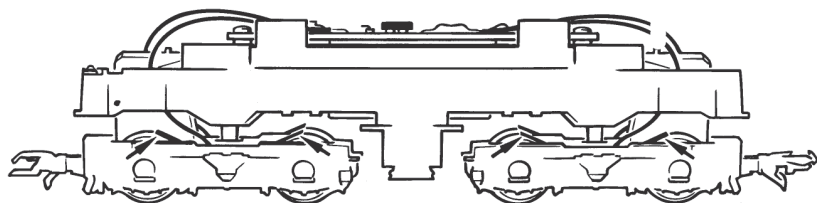

Fig. 8
3. Haftreifenwechsel: Zuerst den Getriebedeckel abnehmen (Fig. 4). Danach den **Radsatz** herausnehmen und die **Haftreifen** mit einer Nadel od. mit einem feinen Schraubendreher abziehen (Fig. 8). Beim Aufziehen der neuen Haftreifen darauf achten, dass diese sich nicht verdrehen.
3. Change of traction tyre: Remove the gear cover (fig. 4). Take out **wheel set** and remove **traction tyre** using a pin or a fine screwdriver (fig. 8). When pressing on the new traction tyre please **avoid twisting it**.
3. Échange des bandages d'adhérence: Démontez d'abord **le couvercle du carter des engrenages** des en-grenages (fig. 4). Délogez ensuite les essieux bandagés et enlevez, à l'aide d'une aiguille ou d'un tourne-vis fin, les bandages d'adhérence (fig. 8). Lors du montage des nouveaux bandages veuillez veiller à ce que les bandages **ne soient pas tor-dus**.